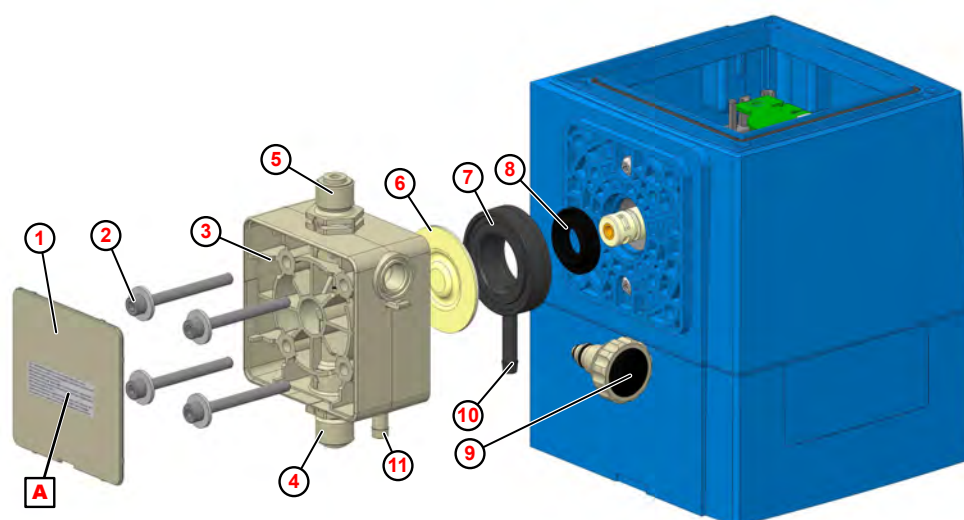

Fig. 23: Udskiftning af pumpehoved, membran og beskyttelsesmembran
1. ➤ Skru suge- og trykventil (Fig. 23 , ④ og ⑤) af.
2. ➤ Skru udluftningsskruen ⑨ ud (kun ved udskiftning af pumpehoved).
3. ➤ Fjern dækpladen ① fra doseringshovedet.
4. ➤ Løsn pumpehovedskruerne ② , og tag dem ud.
5. ➤ Tag pumpehovedet ③ af.
6. ➤ Skru membranen ⑥ af.
7. ➤ Tag mellemladen ⑦ ud.
8. ➤ Træk beskyttelsesmembranen ⑧ af stødstangen.
10. ➤ Indsæt mellemladen, så udløbet for membranbrud ⑩ peger nedad.